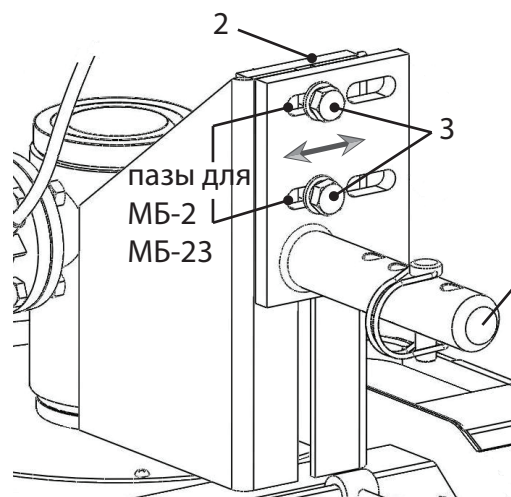
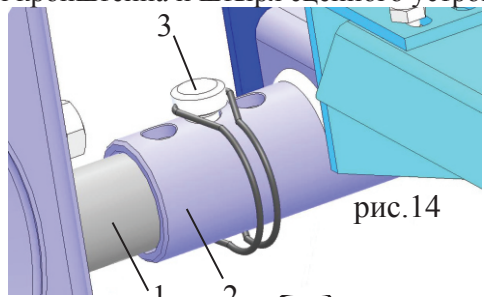

рис.12
рис.14
- состояние (износ) стопора кронштейна (рис.14).
6.5 Установить кронштейн сцепки (1) на роторную косилку с помощью планки (2) (с двумя отверстиями М10) и двух болтов М10 (3) через шайбы. Болты (3) закрутите “от руки” (рис.12;13):
- в верхнее положение для мотоблоков МБ-2, МБ-23 используя пазы, показанные на рис.12.
6. Установить косилку кронштейном (1) на штырь (2) мотоблока до совмещения отверстий кронштейна и штыря (рис.14). В отверстия вставить стопор (3) и зашелкнуть скобу. При помощи пазов, отрегулируйте соосность шкивов (см. приложение 1) косилки и мотоблока. Окончательно закрутите болты (7) ключом (рис.12;13). Отрегулируйте натяжение ремня. Варианты совмещения отверстий кронштейна и штыря сцепного устройства для регулировки натяжения ремня